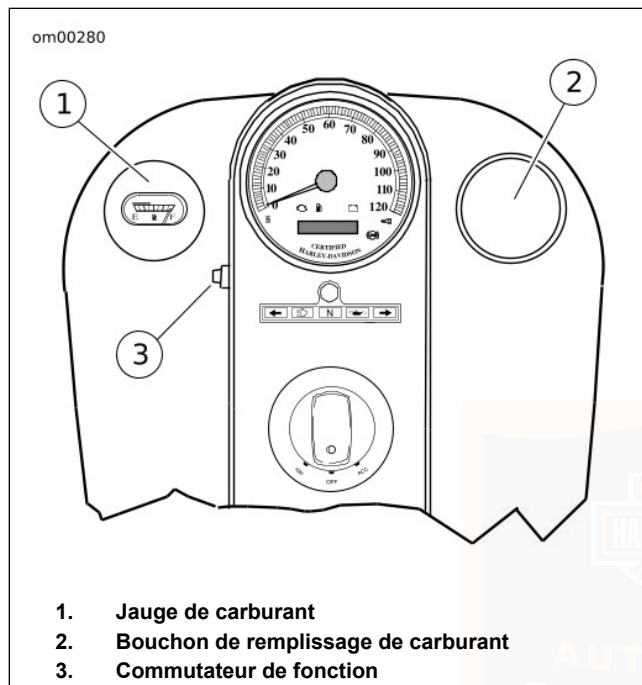

Figure 16. Réservoir de carburant : FLHR/FLHC
- *Voir Figure 16. Sur les modèles FLHR/FLHRC, le bouchon de remplissage de carburant se trouve sur le côté droit du réservoir de carburant. Le capuchon situé sur le côté gauche est la jauge de carburant et n'est pas amovible.*